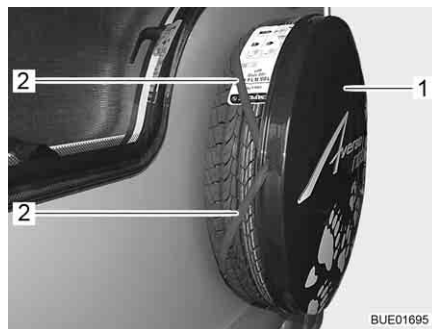

Fig. 226 Piastra di copertura
- Rimuovere la piastra di copertura (Fig. 226,1). A tal fine togliere le fasce in gomma (Fig. 226,2) dallo pneumatico.